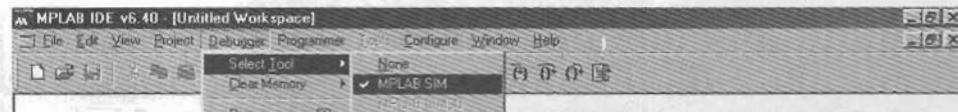

Figura 7-4 Selección del simulador
- 4º A continuación es conveniente seleccionar el simulador, para ello activar el menú *Debugger > Select Tool > MPLAB SIM* (figura 7-4).